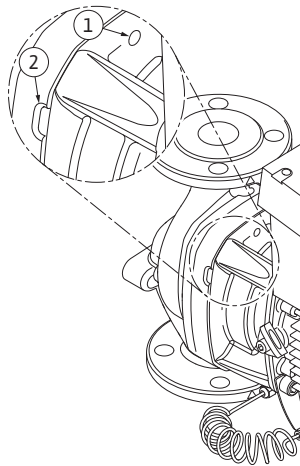

Fig. 50: Draadboringen en spleten voor het afdrukken van de insteekset van het pomphuis
13. De insteekset (zie Fig. 13) van het pomphuis afdrukken. Daarvoor wordt aangeraden twee draadboringen (Fig. 50, pos. 1) te gebruiken, vooral voor het losmaken van de zitting. Om de zitting los te maken, geschikte schroeven in de draadboringen draaien. Als de insteekset gemakkelijk te bewegen is, kunnen voor het afdrukken bijkomend uitsparingen (Fig. 50, pos. 2) tussen pomphuis en lantaarnstuk worden gebruikt (daarvoor bijv. twee schroevendraaiers als hefboom gebruiken). Na ca. 15 mm afdrukweg wordt de insteekset niet meer in het pomphuis geleid.